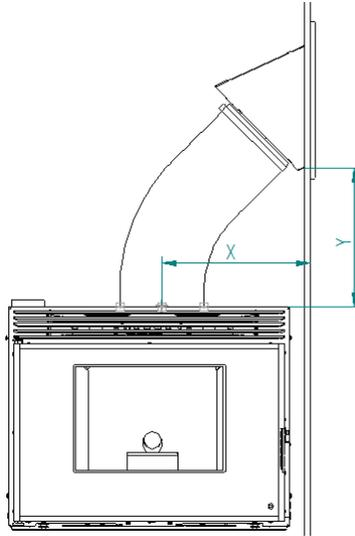

Figure 15 – Installation avec bouche de remplissage
- L'emplacement de l'ouverture de chargement doit respecter une certaine distance, dans laquelle X est toujours plus grand que Y, avec $Y > X * 0,7$. (Voir la figure 15). De cette façon, la pente sera suffisante pour que les granulés ne restent pas coincés dans le tuyau reliant la bouche de chargement au remplissage de l'insert. L'ouverture de chargement peut être